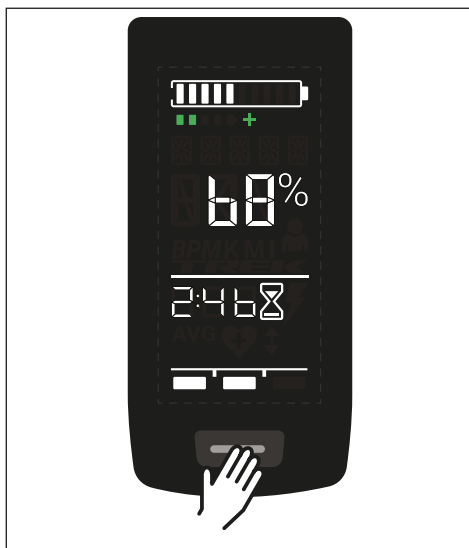

Fig. 3: Knapp på displayen
- ▶ Starta drivenheten med ett **kort** tryck på knappen (se fig. 3) på displayen.
- ▶ Stäng av drivenheten med ett **långt** tryck på knappen (se fig. 3) på displayen.